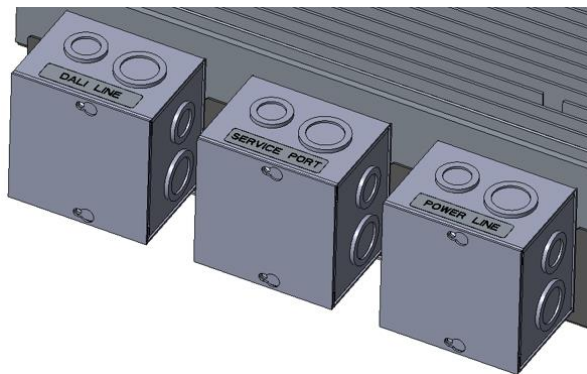

Fig. 47 Arrière du projecteur 74-00062-01/74-00063-01
- A. Ouvrir le couvercle de la boîte de dérivation avec l'étiquette "POWER LINE" (figure 47).
- F. Pour les branchements DALI, répéter la procédure sur la boîte de dérivation avec l'étiquette "DALI LINE" (figure 47).